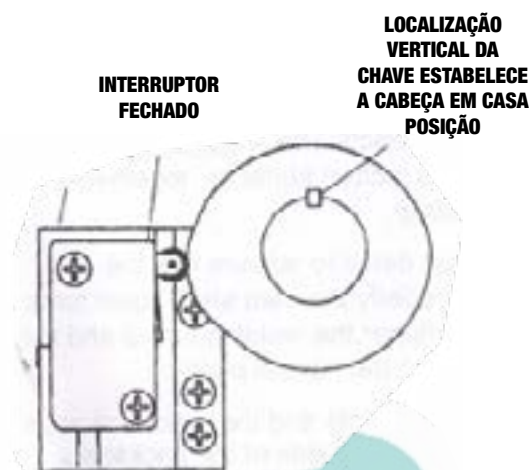

FIGURA 20. LS5
2. Se os micro-interruptores precisarem de ajuste, solte os parafusos de montagem e LS5 conforme mostrado na Figura 20. Quando ajustado corretamente, aperte os parafusos de montagem.
3. Ajuste a folga do LS5 em relação ao came do interruptor. Consulte a Figura 20.